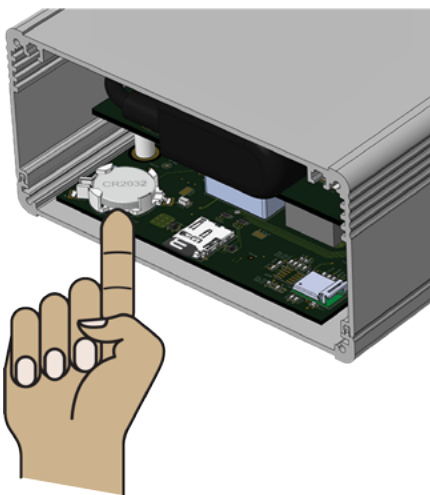

Figure 22 : Retirer la pile bouton
- a. Pousser la pile bouton vers le haut par le dessous pour la dégager du porte-pile. Voir Figure 22 ci-dessous.